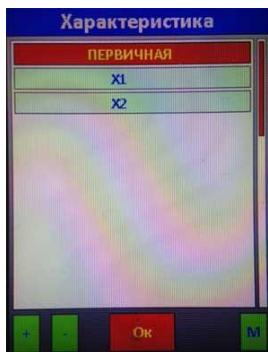

рис. 7
- С помощью “виртуальной клавиатуры” необходимо ввести название создаваемой характеристики (рисунок 7.). Для выбора знаков используются кнопки  ,  ,  ,  . Для ввода знака используется кнопка  . Также для ввода знака можно выбрать его на “виртуальной клавиатуры” и через 1 с он введется автоматически.